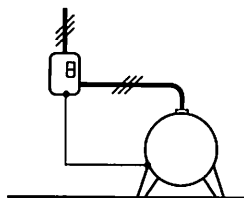

Fig. 22 : Liaison équipotentielle locale.
- liaisons équipotentielles locales non reliées à la terre (fig. 22).